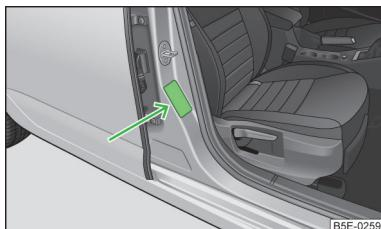

Fig. 171
- En el montante B del lado del acompañante » fig. 171. El adhesivo es visible al abrir la puerta del acompañante.